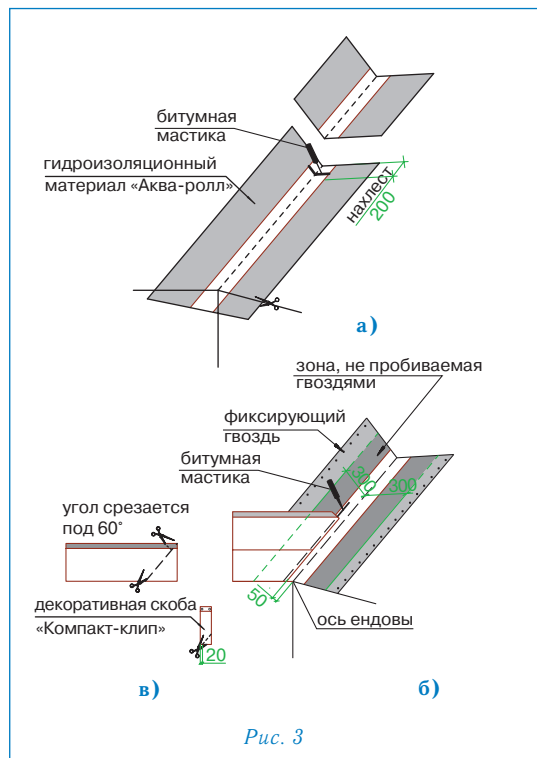

Рис. 3
Ендова (рис. 3)
- ровно по центру ендовы расстилается специальный рулонный материал «Аква-ролл», фиксируется в верхней части двумя гвоздями и обрезается в нижней части по линии карниза (рис. 3а);
2. «Аква-ролл» укладывается с нахлестом 20 см, место нахлеста тщательно обрабатывается битумной мастикой (рис. 3а).
- непосредственно перед укладкой в ендову черепицы, защитная пленка с лицевой стороны «Аква-ролла» снимается и на самоклеящуюся поверхность укладываются листы черепицы, обрезанные в соответствии с заранее отбитыми линиями (рис. 3б).
Внимание: 1. Необходимо также подрезать верхний уголок обрезанного края листа (см. рис. 3в) для правильного стока воды.
2. Крепление обрезанного листа к медной части «Аква-ролла» осуществляется при помощи сплошной полосы битумной мастики (рис. 3б).
4. В случае, если скоба «Компакт-клип» приходится на место отреза листа, можно либо обрезать накладку, оставив минимум 2 см в нижней части (рис. 3в), либо произвести укладку листов без использования накладки.